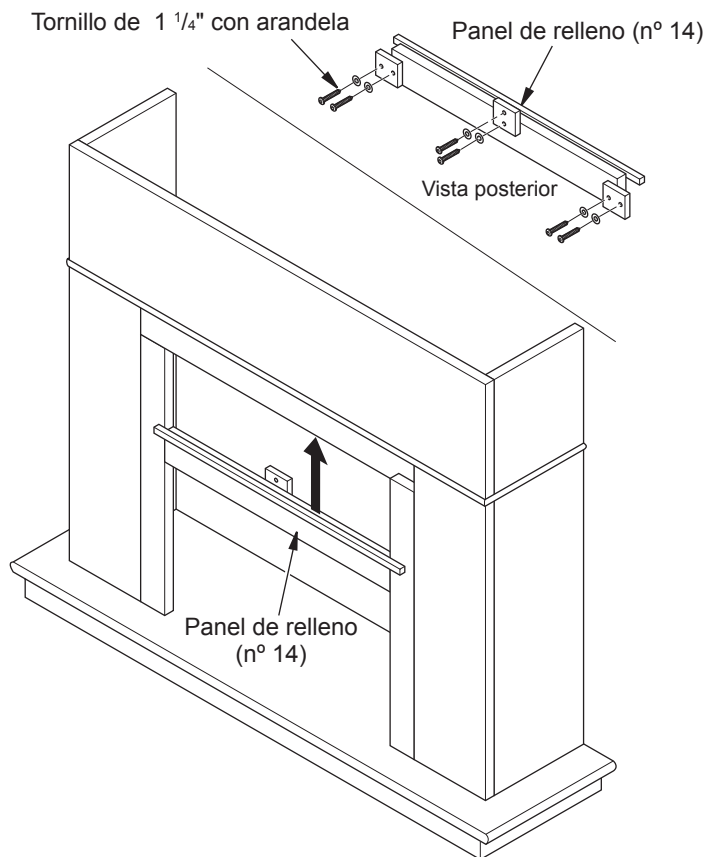

Figura 4 - Cómo fijar el panel de relleno Style Selections
1. Coloque el panel de relleno Style Selections (n° 14) en su sitio, sobre la parte anterior de la repisa con la banda de adorno hacia afuera, cubriendo la junta entre el panel y la repisa (consulte la figura 4).
2. Con una persona sosteniendo el panel de relleno en su sitio, una el ensamble de relleno (n° 14) a la parte inferior de la cabecera de la repisa usando 3 bloques para panel de relleno n° 15 y seis tornillos con arandelas de 1 1/4" (consulte la figura 4). No apriete los tornillos.